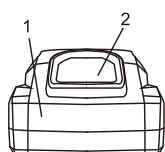

FIG. 3
1. Pour insérer les batteries (1) (FIG. 3) dans l'appareil, poussez les batteries le long des rails de guidage (3) (FIG. 3) dans l'appareil. Vous les entendrez s'enclencher.
2. Pour retirer les batteries (1) (FIG. 3) de l'appareil, appuyez sur le bouton de déverrouillage (2) (FIG. 3) des batteries et retirez les batteries.